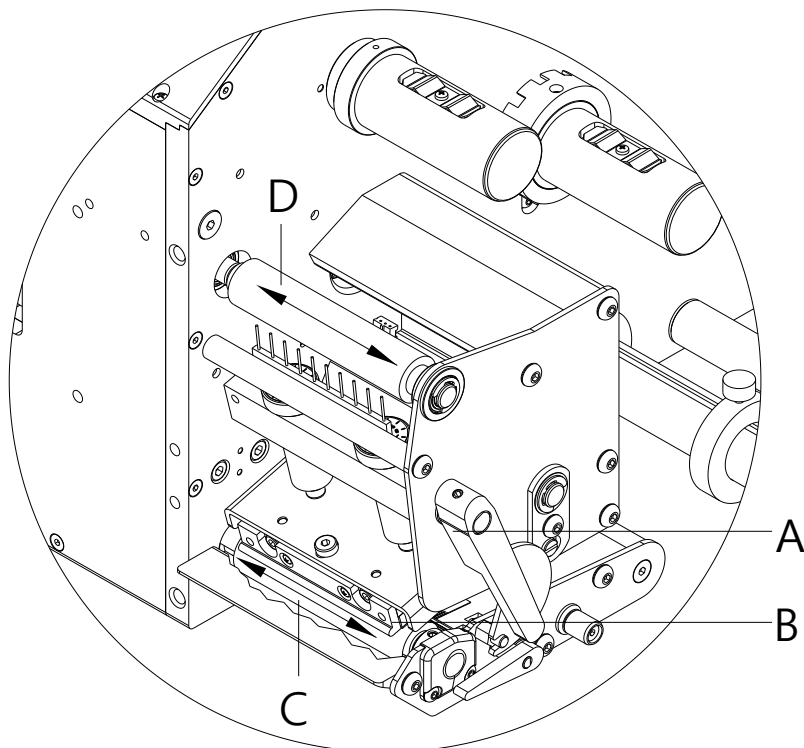

Abbildung 3
1. Andruckhebel (A, Abbildung 3) gegen den Uhrzeigersinn drehen, um den Druckkopf zu entriegeln.
6. Andruckhebel (A, Abbildung 3), bis er einrastet im Uhrzeigersinn drehen, um den Druckkopf anzuklappen.
3. Lichtschanke (A) mit Druckgas-Spray ausblasen. Die Anweisungen auf der Dose beachten!
4. Etiketten-Lichtschanke (A) kann zusätzlich mit einer Reinigungskarte (B) die zuvor mit reinem Alkohol befeuchtet wurde, gereinigt werden. Die Reinigungskarte ist hin und her zu schieben (siehe Abbildung).